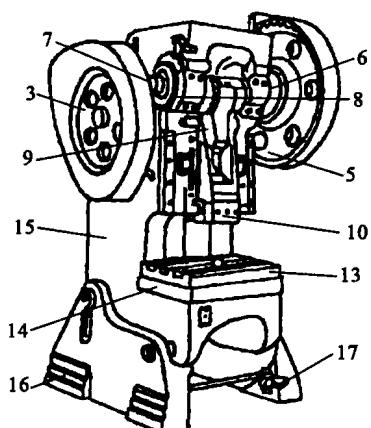
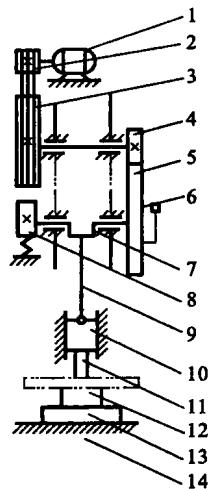

图 3-1 冲床外形图
图 3-2 冲床传动图
4. 图 3-1 为冲床外形图，图 3-2 为冲床传动图。根据图示标出冲床传动简图中各部分的名称。